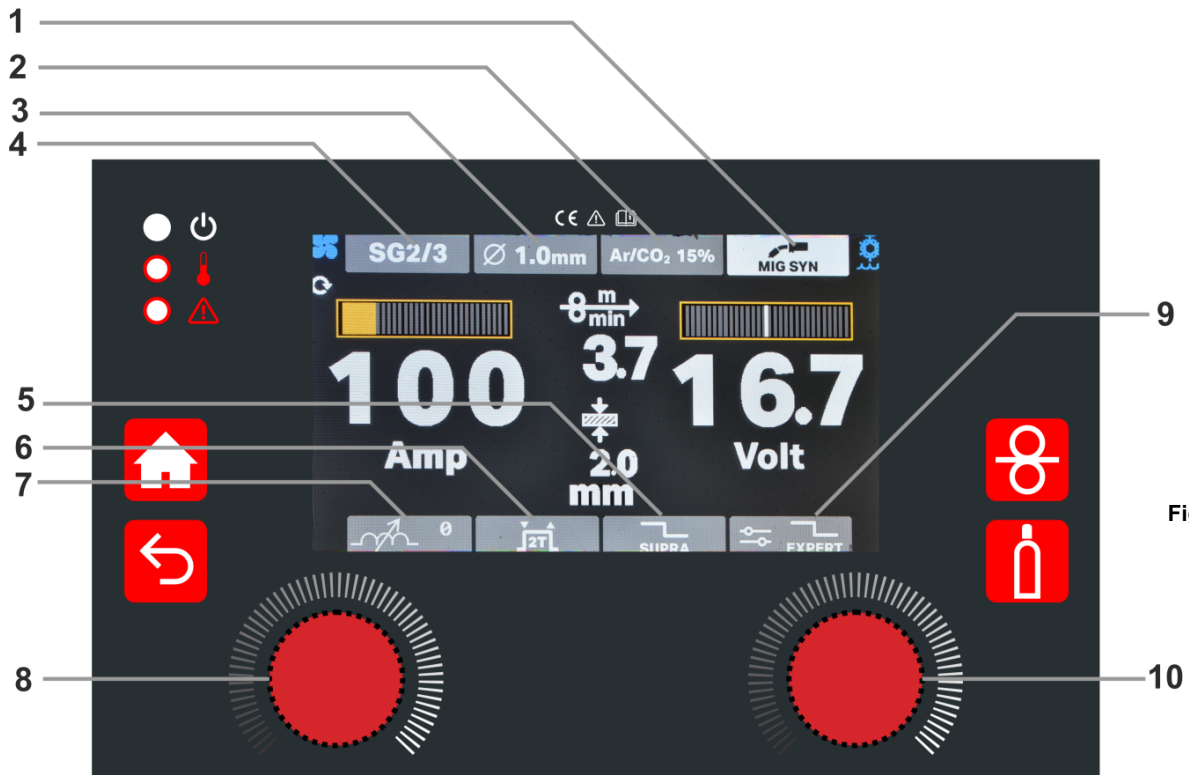

Fig. 5.
Sélectionnez le mode de soudage MIG/MAG SYN en appuyant sur l'encoder latéral droit (10 - Fig. 5) dans l'option de menu correspondante. Vous êtes entré dans le mode MIG SYN dans lequel vous pouvez afficher l'état du mode respectif (1 - Fig. 1).
- Tous les éléments du menu deviennent rouges lorsque vous cliquez dessus pour régler leur valeur. Sélectionnez le matériau à souder (point de menu 4 - Fig. 5), le diamètre du fil (point de menu 3 - Fig. 5) et le type de gaz (point de menu 2 - Fig. 5) avec l'encoder droit (10 - Fig. 5) selon les tableaux de programmes synergiques suivants :
- Réglez l'inductance (point de menu 7 - Fig. 5) avec l'encoder latéral droit (10 - Fig. 5) : moins d'inductance (arc plus étroit, plus de pénétration) et plus d'inductance (arc plus large, plus de remplissage).
- Dans le cadre du programme synergique, vous pouvez régler le courant de soudage avec l'encoder de gauche (8 - Fig. 5) et avec l'encoder de droite (10 - Fig. 5), vous pouvez effectuer un réglage synergique fin.
- L'encoder latéral droit (10 - Fig. 5) permet de choisir entre les modes de torche de soudage 2T, 4T ou SPOT :
- Mode MIG/MAG par points - Lorsque cette option est sélectionnée, elle indique que la machine est en mode de soudage par points MIG/MAG. Tournez l'encoder latéral droit (10 - Fig. 5) pour sélectionner le temps SPOT en secondes. Commencez le soudage par points en appuyant sur la gâchette de la torche et en la maintenant enfoncée jusqu'à la fin du programme de soudage MIG.
- Vous pouvez choisir entre le soudage en court-circuit non pulsé et SUPRA (point de menu 5 - Fig. 5) à l'aide de l'encodeur latéral droit (10 - Fig. 5). SUPRA est un type de soudage pulsé (alternance de deux niveaux de puissance) avec mode de transfert en court-circuit (voir chapitre 8.4 pour plus d'informations)..
Pour entrer dans ADV MIG SYN, tourner l'encodeur droit (Nr.10 - Fig. 5) jusqu'à ce que le bouton (Nr.9 - Fig. 5) devienne jaune. Appuyer ensuite sur le bouton de l'encodeur droit. Pour sélectionner le MODE BASIC (en ADV MIG SYN), appuyez sur le bouton de l'encodeur droit (nr.6 - Fig. 6) jusqu'à ce qu'un paramètre devienne jaune. Tourner le bouton encodeur droit jusqu'à ce que le bouton BASIC/EXPERT devienne jaune. Appuyer sur le bouton encodeur droit de manière à ce que le bouton BASIC/EXPERT devienne rouge. Tournez le bouton encodeur droit jusqu'à ce que le mode BASIC apparaisse.
Pour entrer dans ADV MIG SYN, tourner l'encoder droit (Nr.10 - Fig. 5) jusqu'à ce que le bouton (Nr.9 - Fig. 5) devienne jaune. Appuyer ensuite sur le bouton de l'encoder droit. Pour sélectionner le MODE EXPERT (dans ADV MIG SYN), appuyer sur le bouton de l'encoder droit (Nr.10 - Fig. 8) jusqu'à ce qu'un paramètre devienne jaune. Tourner le bouton encoder droit jusqu'à ce que le bouton BASIC/EXPERT devienne jaune. Appuyer sur le bouton encoder droit de manière à ce que le bouton BASIC/EXPERT devienne rouge. Tournez le bouton encoder droit jusqu'à ce que le mode EXPERT apparaisse.